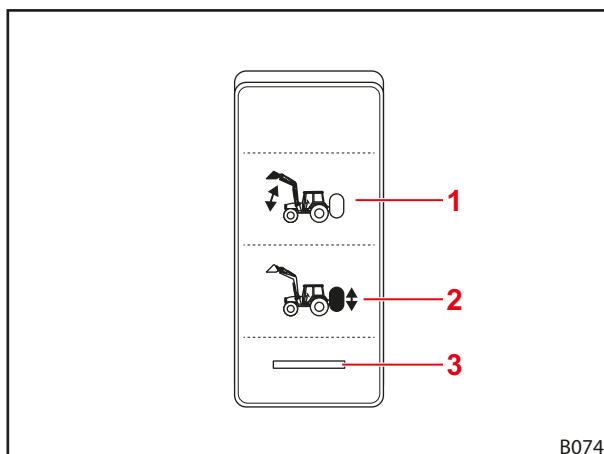

Fig. 77 Bryter for Komfort-hydraulikk
**i** Sett bryteren i bryterstillingen "Originalfunksjon aktiv" (se Fig. 77) ved veikjøring og når frontlasteren ikke skal brukes, for å unngå utilsiktet betjening av frontlasteren!